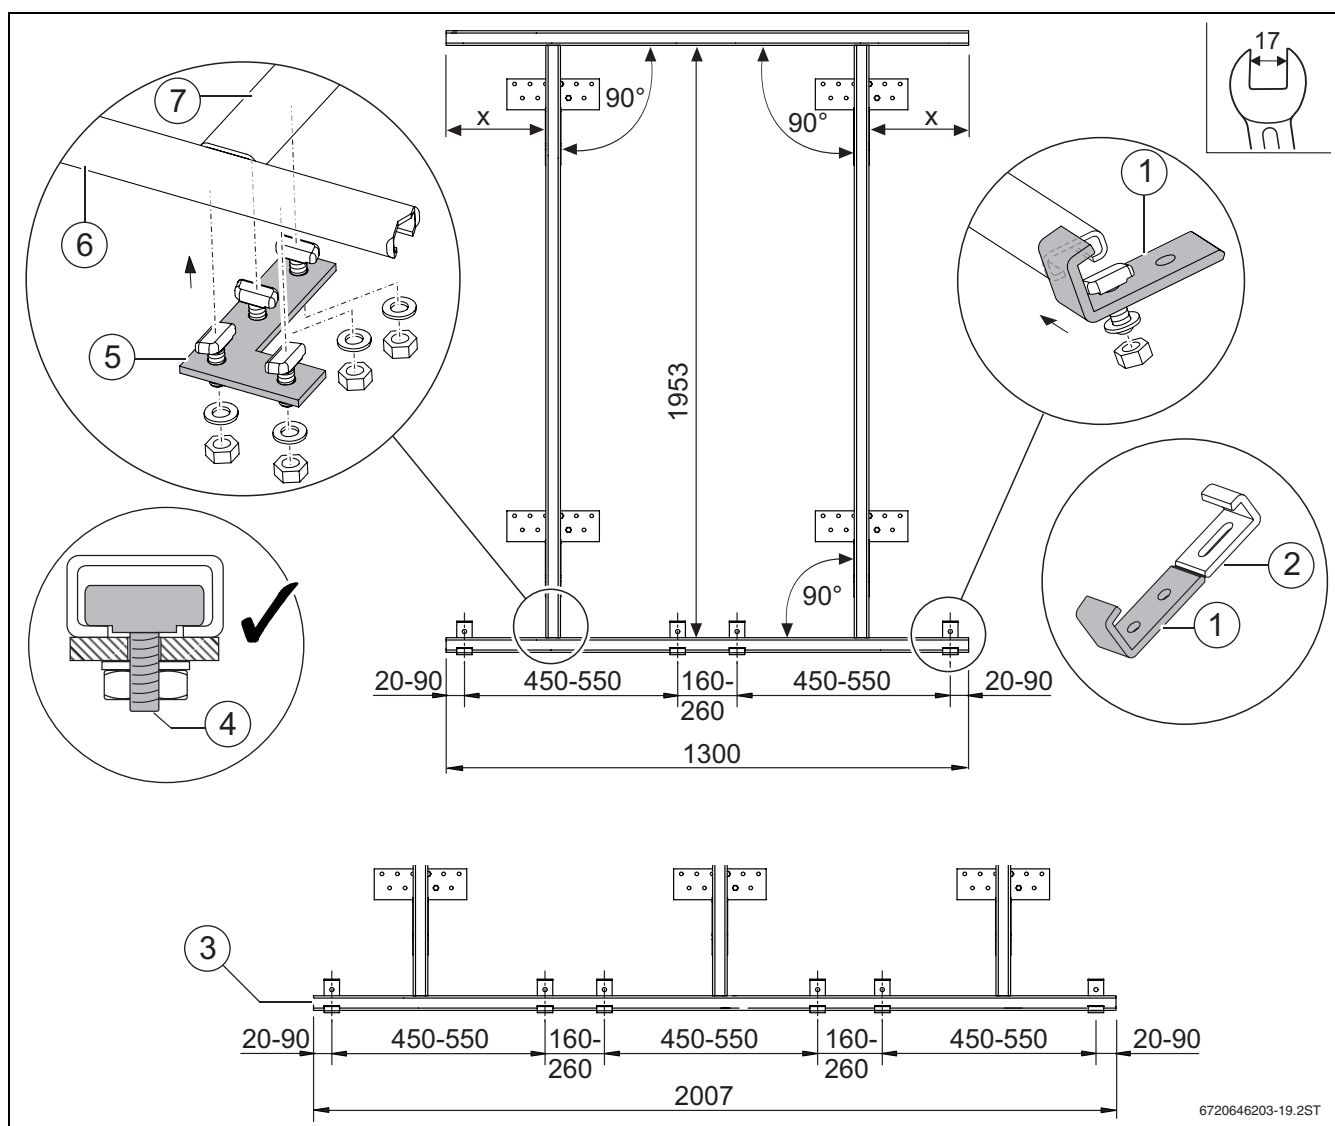

Fig. 30 Raíles y garras, todas las dimensiones en mm
- ▶ Montar previamente los tornillos con cabeza de martillo en el conector en L: → fig. 30, pág. 22.
- ▶ Montar previamente las garras de sujeción inferiores en los raíles horizontales (1300 mm o 2007 mm): → fig. 30, pág. 22.